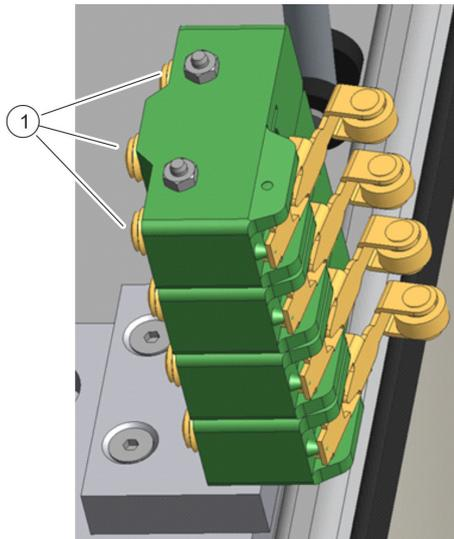

Abb. 19: Kontakte lösen
4. ➤ Kontakte (Abb. 19/1) auf der Rückseite des alten Moduls lösen und an dem entsprechenden Kontakt am neuen Modul anschließen.